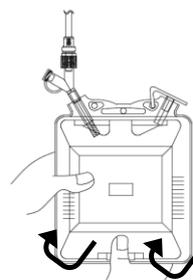

図 6
2. ポンプ (フラップ型) 底部のフラップを音がするまで静かに上方に折り曲げて吸引の開始を確認する。(図 6)
4. ポンプ (フラップ型) 底部のフラップを音がするまで静かに上方に折り曲げて吸引の再開を確認する。(図 6)